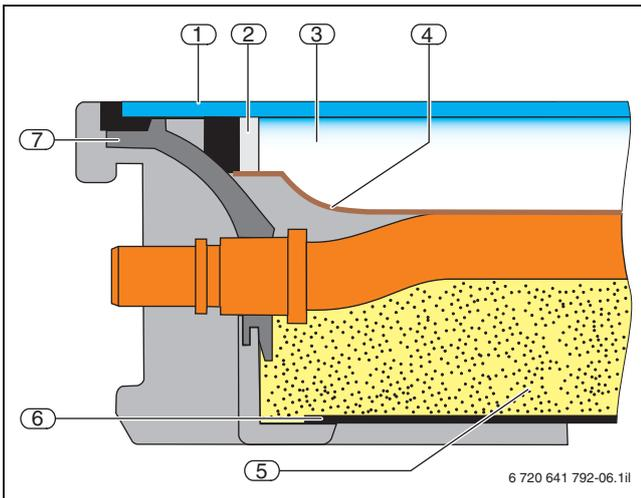

Fig. 10 Rappresentazione in sezione di Logasol SKS4.0 con riempimento di gas nobile
Il riempimento con gas nobile (→ fig. 10, pos. 3) tra assorbitore e la lastra di vetro riduce le perdite di calore. La camera chiusa è riempita con un gas nobile pesante che inibisce la convezione, come nei vetri per la protezione termica. Grazie alla struttura a tenuta ermetica, il rivestimento dell'assorbitore è inoltre protetto dagli influssi ambientali come aria umida, polvere o sostanze inquinanti. La durata perciò si allunga e le prestazioni restano costantemente sempre alte.